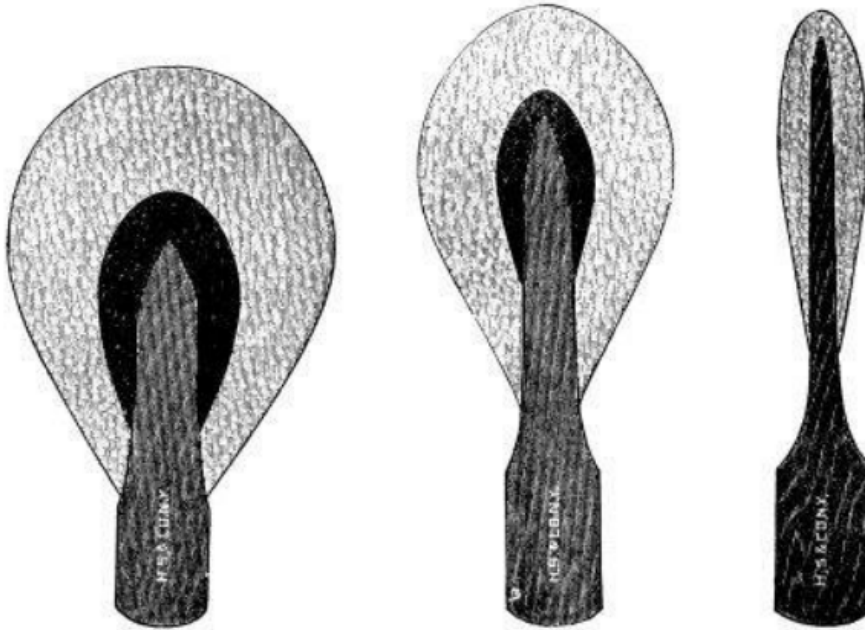

Рис. 74. Вигляд нових молоточків
- Огляньте кожен молоточок під різними кутами – його форма має відповідати формі нових молоточків (див. рисунок 74).
Рис. 74. Вузол демпфера. Вид збоку. 1 – основа, 2 – капсуль з шурупом, 3 – головка демпфера, 4 – гвинт, 5 – демпферний дріт, 6- суконна смужка, 7 – демпферна ложка, 8 – штанга правої педаль (розріз), 9 – вісь кріплення пружинки, 10 – пружина, 11 – флейка, місце упору важеля пружини